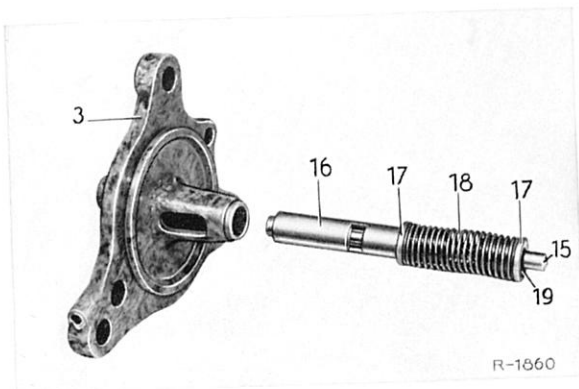

Bild 27-17/3
- 3 Schiebehülse (16) vom Druckstift (15) nehmen.
- 4 Sicherungsscheibe (19) vom Druckstift (15) nehmen. Dann Feder Übergasdruck (18) mit den beiden Federführungshülsen (17) abnehmen.
- 5 Schraubstutzen (10) lösen und aus dem Deckel (1) herausschrauben (Bild 27-17/1).
- 6 Die beiden Sechskantschrauben (12), die die Zwischenplatte (2) und den Deckel (1) des Modulierdruckgebers zusammenhalten, lösen und herausdrehen. Deckel (1) von der Zwischenplatte (2) nehmen (Bild 27-17/2).